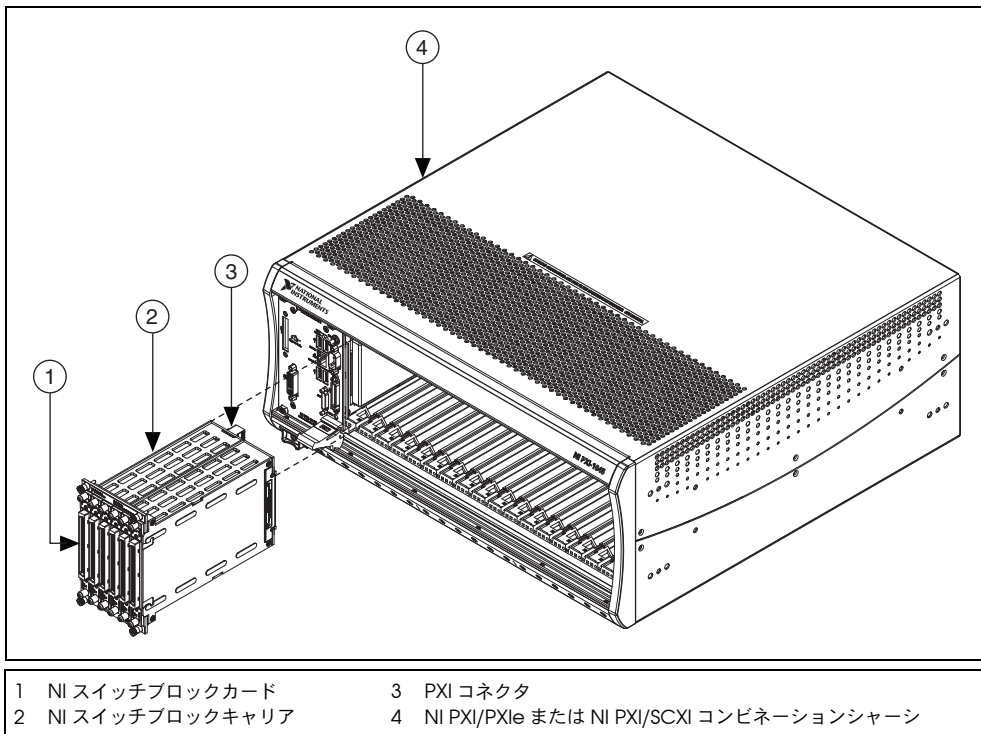

図 1 NI スイッチブロックのキャリアを取り付ける
NI スイッチブロックキャリアを取り付けるには、図 1 を参照しながら、以下の手順に従ってください。
8. キャリアをスロットに差し込み、図 1 に示すようにキャリアがシャーシのカードガイドにしっかりと取り付けられていることを確認してください。差し込んでいると徐々に抵抗を感じますが、キャリアのフロントパネルが隣接したモジュールまたはシャーシコントローラのフロントパネルと揃うまでキャリアを押し入れます。